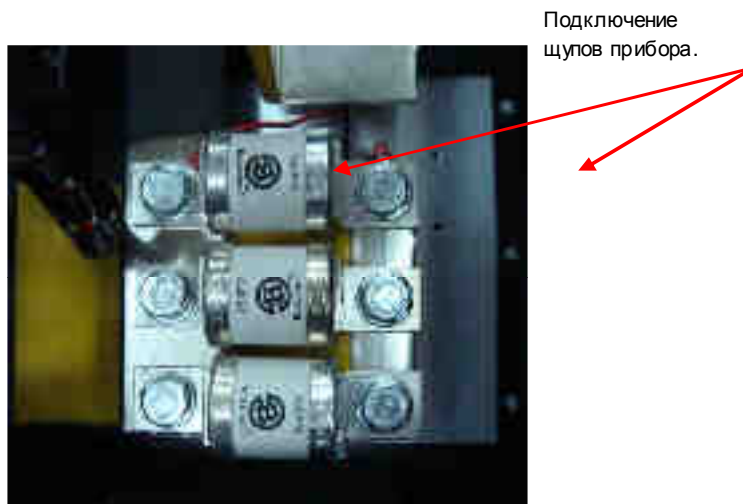

Рис. 4.21. Диагностика силового предохранителя
4.11.1. Проверка силовых предохранителей. Демонтировать три силовых предохранителя, открутив 6 болтов крепления (рис.4.21). Установить мультиметр в режим измерения сопротивления. Проверить каждый из предохранителей, для чего подключить щупы мультиметра согласно рис. 4.21. Показания прибора должны соответствовать нулевому сопротивлению (как при закороченных щупах).